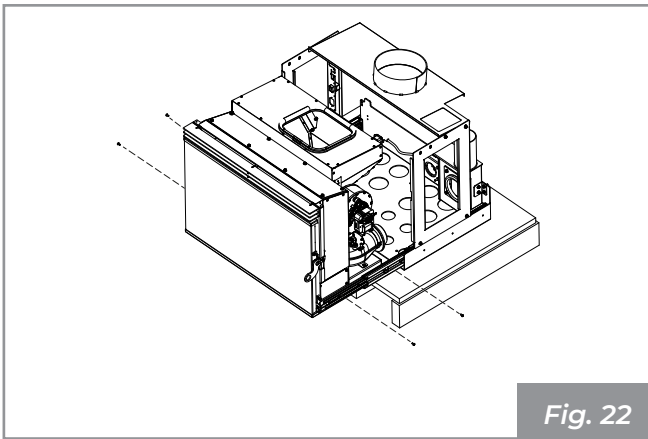

Fig. 22
- Svitare le quattro viti di fissaggio delle guide posizionati sui lati della macchina (**Fig. 22**).